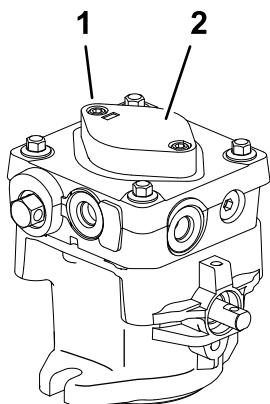

Figura 54
- B. Desaperte os 2 parafusos de sextavado interior (**Figura 54**) apenas 1-1/2 volta.